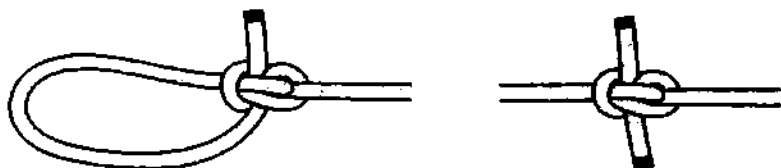

Рис. 221. *Дирижабельная петля* и *дирижабельный узел* для связывания двух концов верёвки.
*Дирижабельная петля* исключительно надёжная и крепкая петля, однако, хитросплетения двух *простых узлов*, из которых она состоит, делают этот узел несколько сложным для запоминания и из-за этого есть вероятность того, что узел будет связан неправильно (рис. 221). Как и у *буиня*, плечи у *дирижабельной петли* выходят из узла под углом  $90^\circ$ . Узел компактный, надёжно держит на верёвках почти всех видов, не ослабляет трос и легко развязывается после использования.